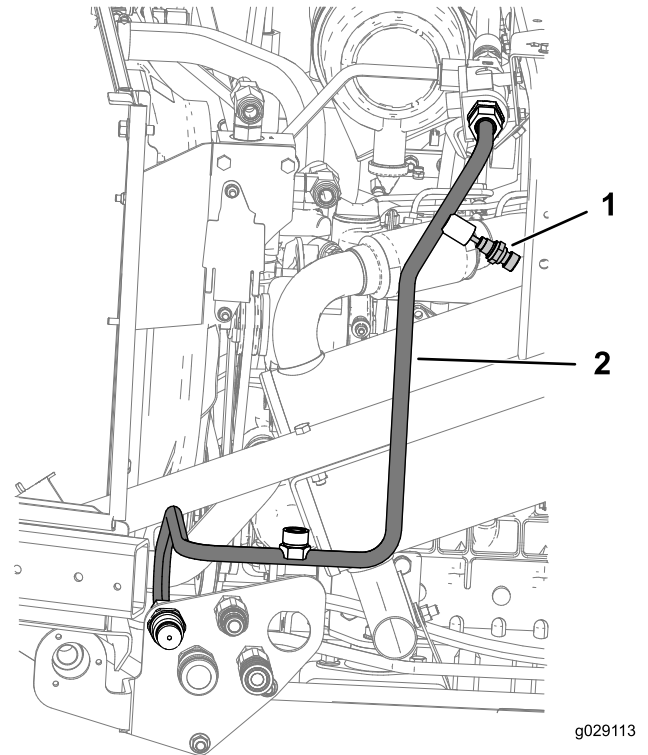

Figure 22
1. Reliez le tube hydraulique H du raccord adaptateur (5/8" x 3/4" mâle) sur la tête de filtre à l'embout (3,84") sur la traversée, comme montré à la Figure 22.
- Placez la sonde de température sur l'orifice supérieur du tube hydraulique H, comme montré à la Figure 22.